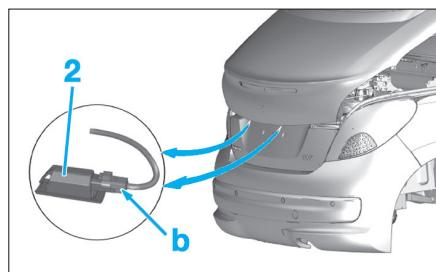

Fig. 137
- Déposer les vis (1).
- Déclipper et dégager les éclaireurs de plaque de police (2) (Fig.137).